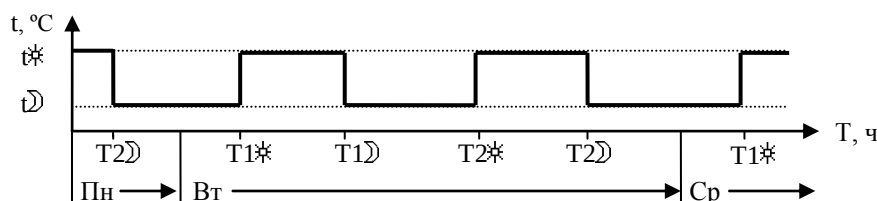

Рисунок 10 - Временной (недельный) график
7.6.1 В режиме “Программа” возможна установка для каждого дня недели до двух периодов, состоящих из начала и конца времени действия уставки температуры $t_{\odot}$ “Норма” и $t_{\Downarrow}$ “Ниже” (см. рисунок 10).